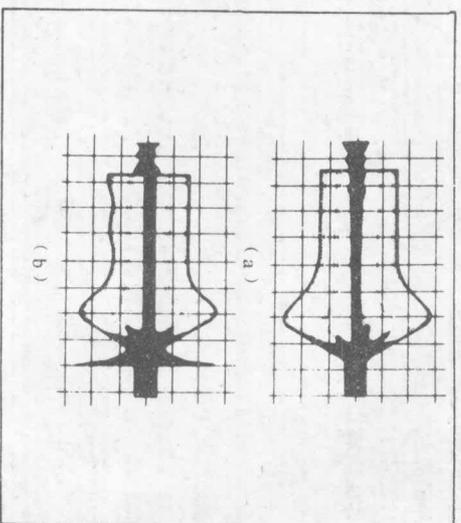
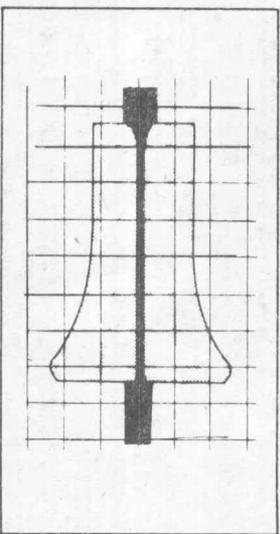
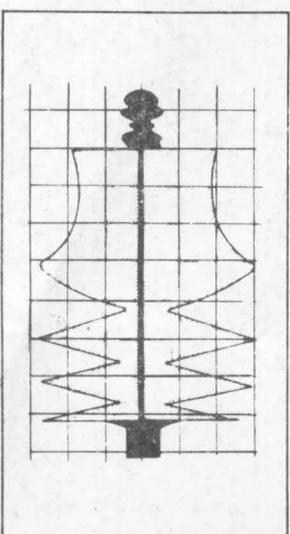

图 46
图 48
图 49
① 出口自由波形在图46(a)、(b)所示范围内时，就进行出口侧调整。
② 不在此项规定范围内时，应按(3)项目的步骤进行调整。
① 出口自由波形在图 46(a)、(b) 所示范围内时, 就进行此项调整。
② 出口自由波形如图 48 所示时, 就向反时针方向转动 ACE 水平调整螺钉, 直至波形在图 46(a)、(b) 所示范围内为止。
③ 出口自由波形如图 49 所示时, 就向反时针方向转动 ACE 水平调整螺钉, 以获得图 48 所示的波形, 然后再向顺时针方向转动该螺钉, 直至波形在图 46 所示范围内为止。
5) 射频输出波形如图 48 所示, 出口侧不平坦时, 应再度降低 7 号及 8 号导杆以便使其平坦。